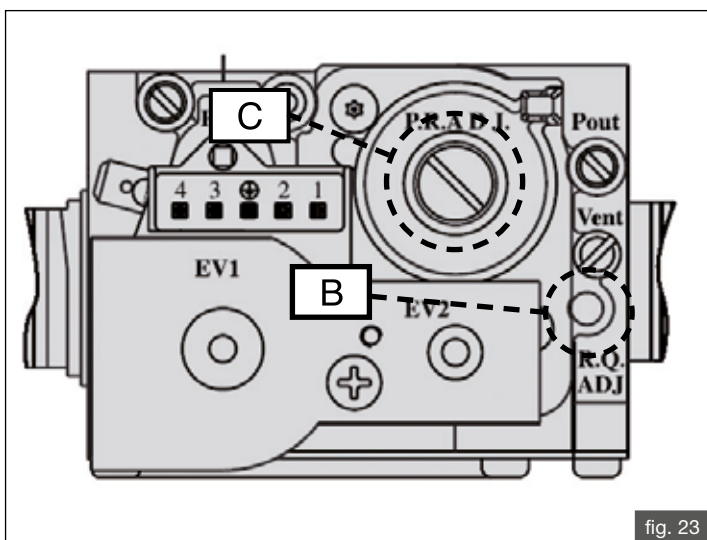

fig. 23
- Regolare il valore dell'anidride carbonica (CO₂) nei fumi ruotando il regolatore di rapporto B (fig. 23) e assicurarsi che rientri nei limiti della tabella 12.
- Regolare il valore dell'anidride carbonica (CO₂) nei fumi ruotando il regolatore di offset C (fig. 23) e assicurarsi che rientri nei limiti della tabella 12.